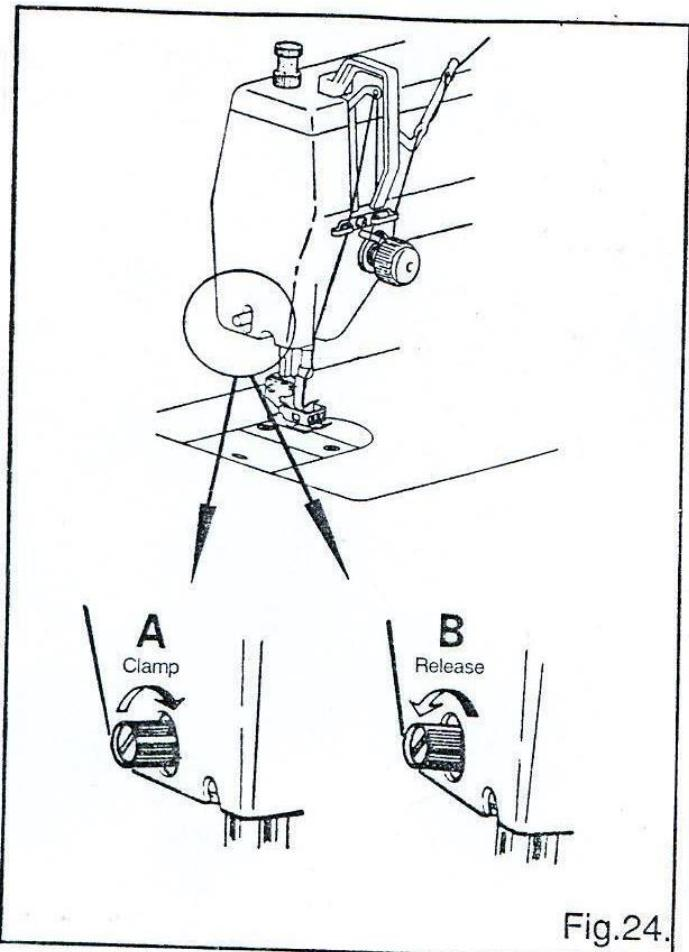

Fig.24.
20. Переключение на прямострочный стежок (Рис. 24)